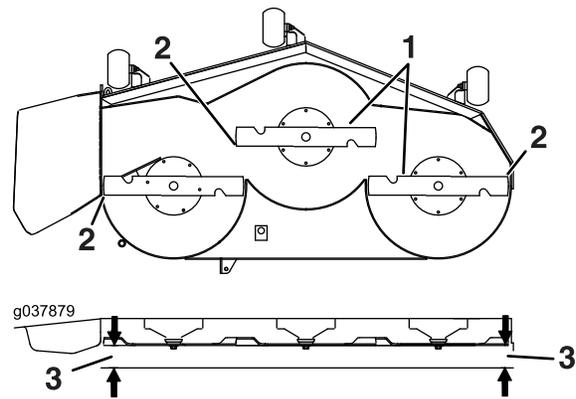

Bild 79
6. Messen Sie den Abstand zwischen der Messerspitze und der ebenen Oberfläche (Bild 79). Wenn beide Messwerte nicht innerhalb von 5 mm liegen, stellen Sie die Nivellierung ein; fahren Sie mit diesen Schritten fort.
- Drehen Sie die Schnittmesser vorsichtig von einer Seite zur anderen (Bild 79).